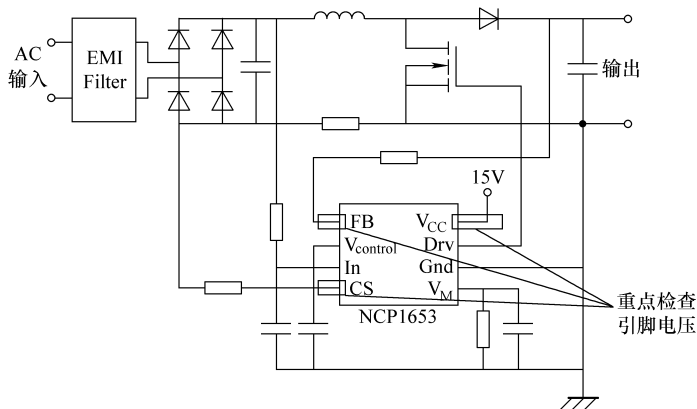

图 2-35 在路检测电源模块的直流工作电压
① 测量时，应把各电位器旋到中间位置，检测时最好采用专用彩条信号源进行检测，用标准彩条信号发生器（工具中已有介绍）发出信号。
② 对于多种工作方式的装置和动态接收装置，在不同工作方式下，集成电路各引脚电压是不同的，应加以区别。如彩电中的集成电路各引脚的电压会随信号的有无和大小发生变化，如果当有信号或无信号都无变/变化异常，则说明该集成电路损坏。
③ 当测得某一引脚电压值（见图 2-35）出现异常时，应进一步检测外围元器件，一般是外围元器件发生漏电、短路、开路或变值。另外，还需检查与外围电路连接的可变电位器的滑动臂所处的位置，若所处的位置偏离，也会使集成电路的相关引脚电压发生变化。在检查以上各项均无异常时，则可判断集成电路已损坏。